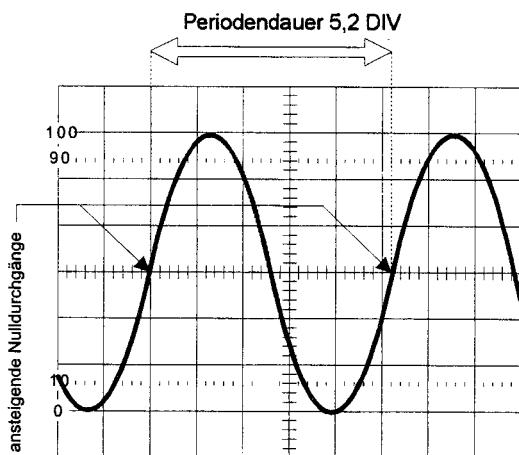

Abbildung 8.4-2
- 6.) Verschieben Sie nun mit dem Einsteller für die horizontalen Position die Kurve so, daß ein ansteigender Nulldurchgang des Signals durch eine vertikale Rasterlinie möglichst nahe dem linken Bildschirmrand führt. In der Abbildung 8.4-2 beträgt die Strecke zwischen den beiden aufeinanderfolgenden ansteigenden Nulldurchgängen 5,2 Raster teilungen.